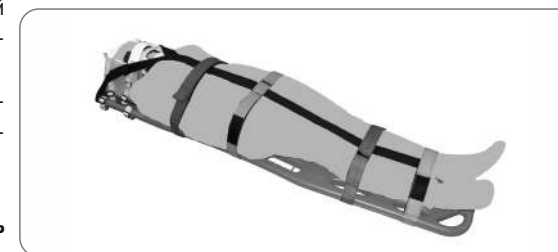

Рис. 7 Фиксатор головы складной иммобилизационный ФТС-01-«Медплант» в сборе со щитом спинальным иммобилизационным УХН-1А6А
- 6.8. Зафиксируйте пациента на щите иммобилизационном с помощью ременной системы согласно его руководству по эксплуатации (Рис.7).